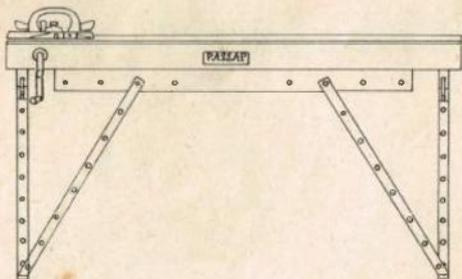

Fig. 25
- b) Abzugsbänder rechts und links in die Bolzen des Anschlagkammes einhängen, Fig. 25. Die elastischen Bänder werden hierbei gespannt, was einen elastischen «Abzug» auf die Strickarbeit bewirkt. Siehe auch Seite 11.
Der elastische Abzug beim PASSAP-Patentstrickgerät Fig. 25
- Abzugsbänder einhängen wie bei Fig. 25